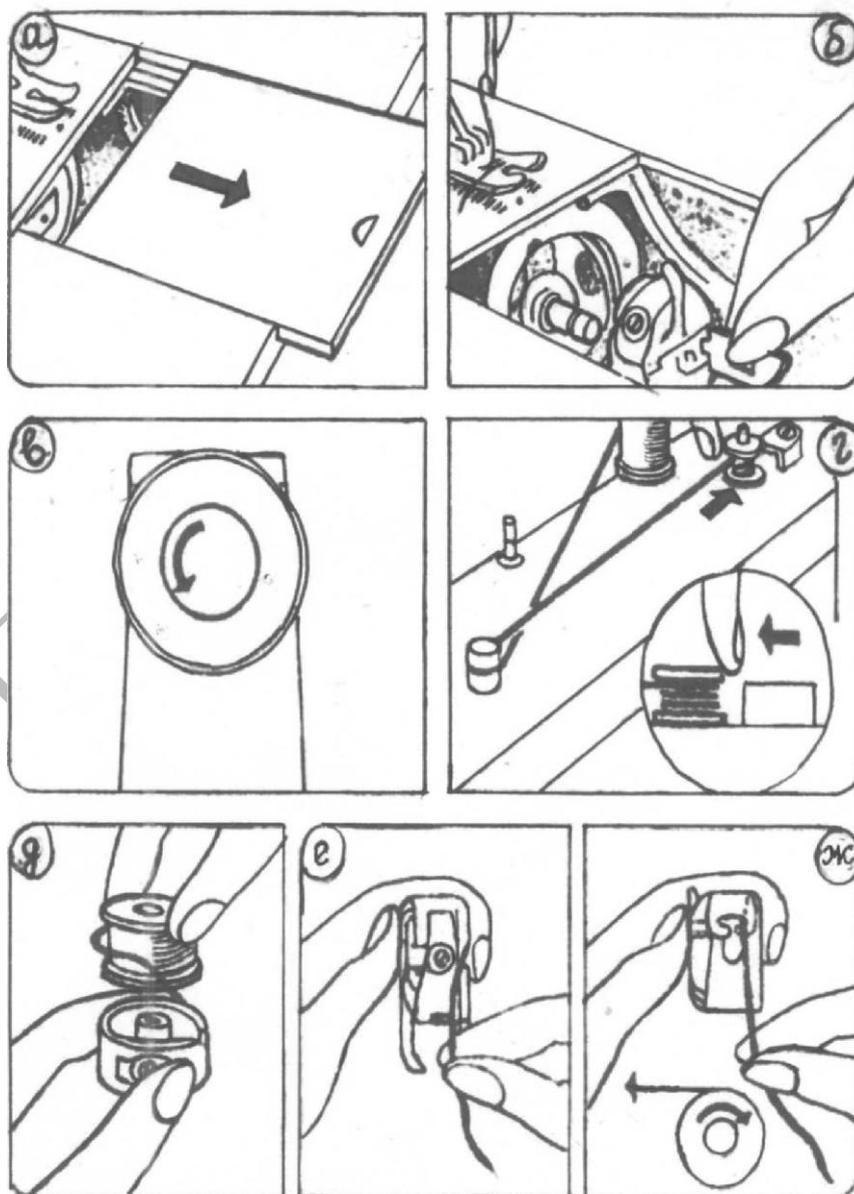

Рисунок 6.3 – Заправка шпульного колпачка
6. Откройте задвижную пластинку (рисунок 6.3а).
7. Выньте шпульный колпачок и извлеките из него шпульку (рисунок 6.3б).
8. Включите машину на холостой ход, ослабив фрикционный винт (рисунок 6.3в).
Перед снятием шпульки моталку отведите от упора (рисунок 6.3г).
10. Вставьте намотанную шпульку в шпульный колпачок (рисунок 6.3д).
11. Заправьте нитку в прорезь (рисунок 6.3е).
12. Затем под пружину, оставив свободный конец 10–15 см (рисунок 6.3ж).